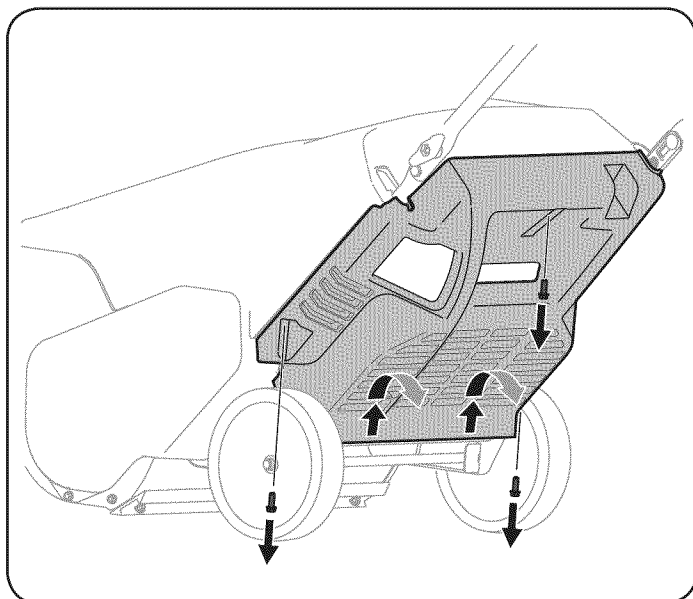

Figura 14
1. Extraiga los tres tornillos que sujetan el panel inferior. Extraiga el panel inferior levantándolo para liberar las lengüetas que están en la base del panel de las ranuras para lengüetas y luego tire hacia atrás. Vea la Figura 14.